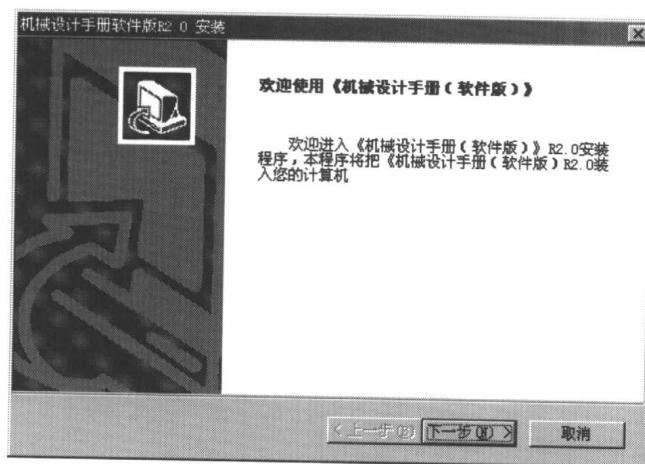

图 1.1 安装向导
- 2) 在安装盘所在的驱动器中双击安装程序 Setup.exe，用户首先看到的是欢迎界面（图 1.1）。